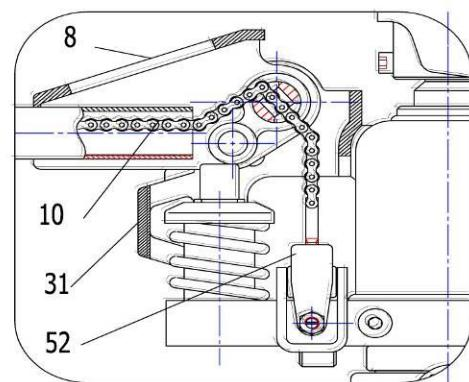

Рисунок 2.
- Вытяните фиксатор (23), согласно рисунку 1.
- Вставьте корпус рукоятки (8) в отверстие А. Соедините корпус рукоятки (8) с насосом (31) с помощью фиксатора (23).
- Затем проденьте эластичный штифт через фиксатор (23), чтобы зафиксировать деталь.
- Проведите цепь (10) через отверстие в фиксаторе (23). (см рисунок 2).
- Установите шnek и гайку на конце цепи (10) в паз опорного корпуса рычага (52). (см. рисунок 2 и 4).
- Согласно рисунку 3 установите рукоятку (8) в горизонтальное положение, выньте штифт В, сохраните его, он понадобиться при следующей замене ручки.